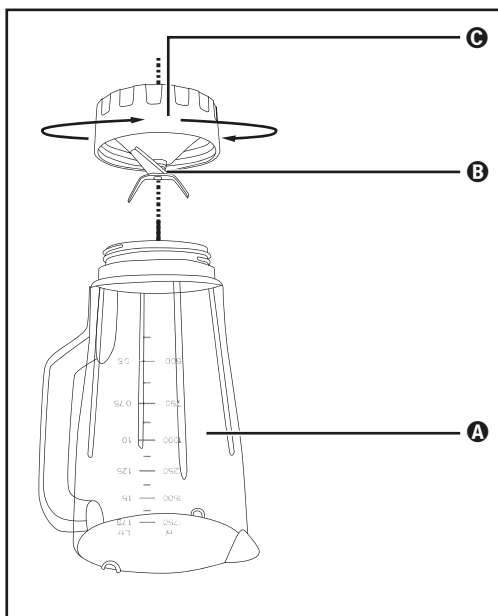

Abb. 3
- 2) Stellen Sie das Gerät auf den Kopf und drehen Sie das untere Plastikteil **C** des Mixaufsatzes ③ gegen den Uhrzeigersinn, so dass es sich vom oberen Plastikteil **A** des Mixaufsatzes ③ lösen lässt (siehe Abb. 3).